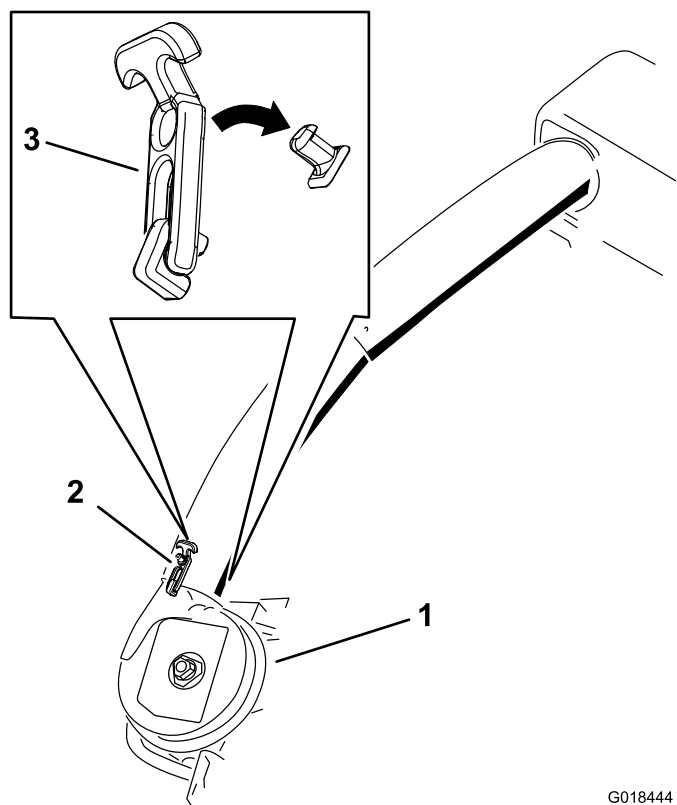

Figura 29
5. Utilizzate entrambi i dispositivi di chiusura per fissare il tubo inferiore sul gruppo soffiatore (Figura 29).
20. Utilizzate entrambi i dispositivi di chiusura per fissare il tubo inferiore sul gruppo soffiatore (Figura 29).